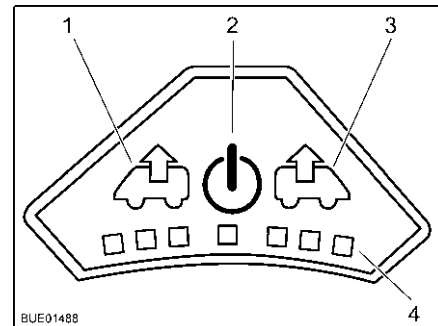

Bild 93 Bedienfeld des Ventilators
- Einschalten:** ■ Taste Ein/Aus (Bild 93,2) drücken. Der Ventilator läuft im Komfortmodus (Entlüften mit niedrigster Ventilatorzahl).
- Entlüften:** ■ Um die Ventilatorzahl zu erhöhen: Taste Entlüften (Bild 93,1) drücken. Die Ventilatorzahl in Entlüftungsrichtung nimmt um eine Stufe zu. LEDs (Bild 93,4) zeigen die Schaltstufen an.
■ Um die Ventilatorzahl zu verringern: Taste Belüften (Bild 93,3) drücken. Die Ventilatorzahl nimmt um eine Stufe ab.
- Um die Ventilatorzahl zu erhöhen: Taste Belüften (Bild 93,3) drücken. Die Ventilatorzahl in Belüftungsrichtung nimmt um eine Stufe zu. LEDs (Bild 93,4) zeigen die Schaltstufen an.
- Um die Ventilatorzahl zu verringern: Taste Entlüften (Bild 93,1) drücken. Die Ventilatorzahl nimmt um eine Stufe ab.
- Taste Ein/Aus (Bild 93,2) drücken. Der Ventilator stoppt, die LEDs erlöschen.